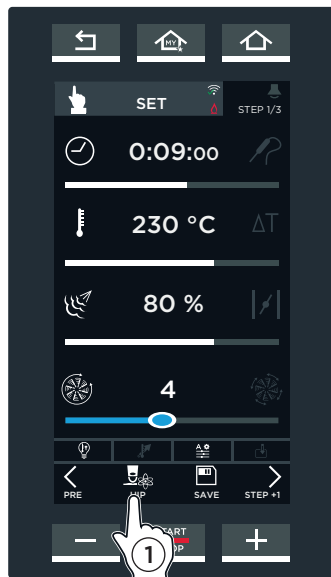

fig. S8
- ① Tik op het UIP-pictogram (fig. S8).